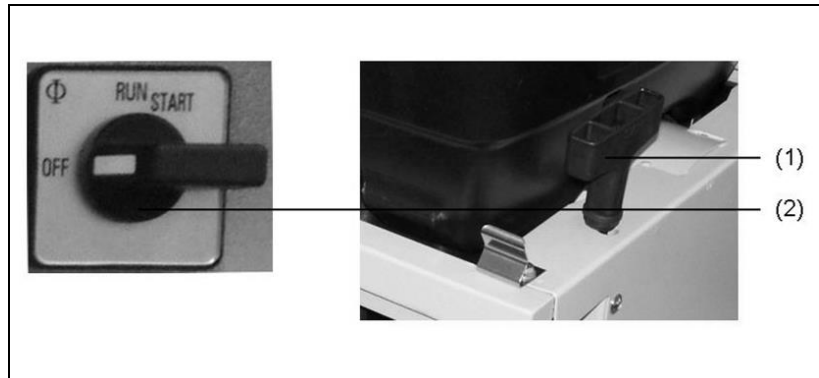

Abb. 4-3: Handstart
1. START-STOP-Schalter (Abb. 4-3-(2)) in Pos. „RUN“ stellen.
2. Motor am Handgriff des Reversierstarters (Abb. 4-3-(1)) anziehen.
1. START-STOP-Schalter (Abb. 4-3-(2)) in Pos. Start drehen.